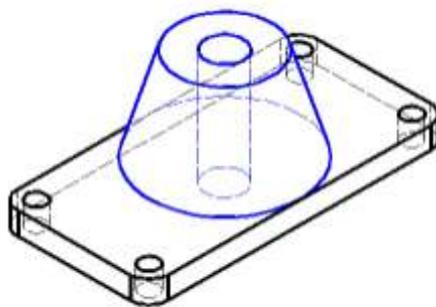

Рис. 116
17. Построить отверстия в конусе и основании из меню **Деталь** или контекстного меню **Типовые элементы** ⇒ **Отверстия** Ø20 (рис. 116).